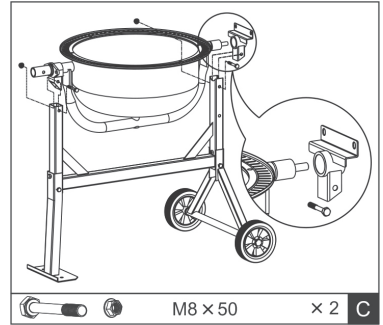

Fig.7
4. Deslice el cojinete sobre el eje del tambor y fíjelo con el anillo espiral. Coloque la parte inferior del tambor (en pares) en el bastidor del tambor. El extremo más largo del eje apunta en la dirección del peana. Fije el tambor por ambos lados con un tornillo M8x50 y una tuerca (C). Apretar las uniones atornilladas. Ver la Fig. 7.